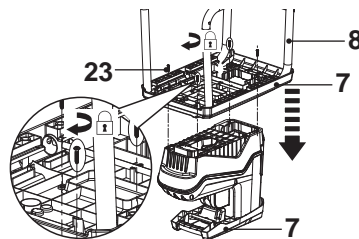

Fig. 2
2. Coloque el bastidor (8) boca abajo y monte la placa base (7) en la unidad motora. Compruebe que la forma de la unidad motora coincide con la de la placa base (Fig. 2, paso 1).
3. Alinee los orificios y fije la conexión con los tornillos (×4) (23) (Fig. 2, paso 2).